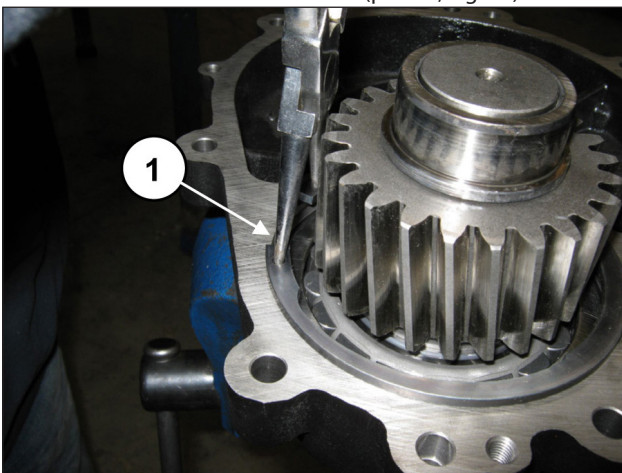

Fig. 86
Insira no local do anel elástico Ø120 (pos. ①, Fig. 86).